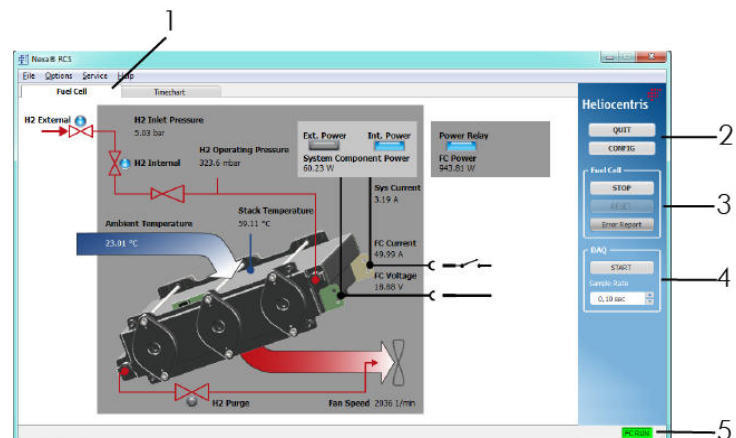

Abb. 6-1 Softwareansicht Fließbild
- QUIT* Oben im Bedienbereich befindet sich der Button *QUIT* (2, Abb. 6-1), um die Verbindung zum Gerät zu unterbrechen und die Software zu beenden.